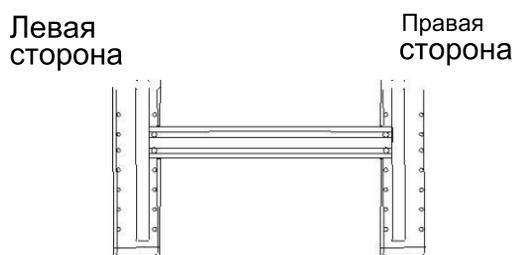

Рис. 4
- Просверлите отверстия, как показано на рис. 4. Отверстие диаметром 80 мм должно находиться слегка ниже.